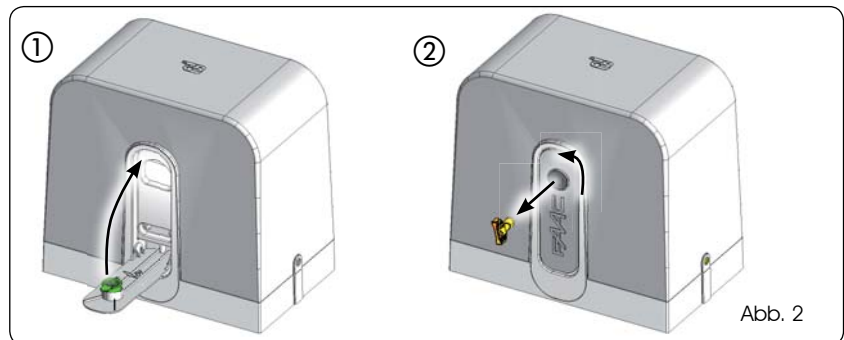

Abb. 2
1. Den Entriegelungshebel vollständig bis zum mechanischen Endanschlag anheben, Abb. 2 Bez. ①.
2. Die Entriegelung gemäß Abb. 2 Bez. ② gegen den Uhrzeigersinn drehen.